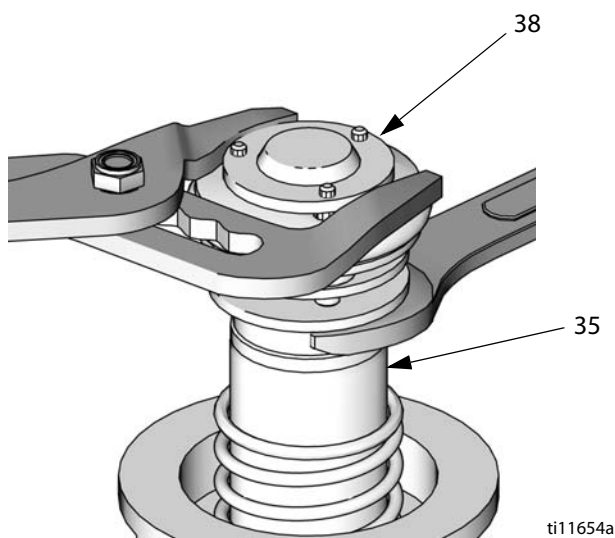
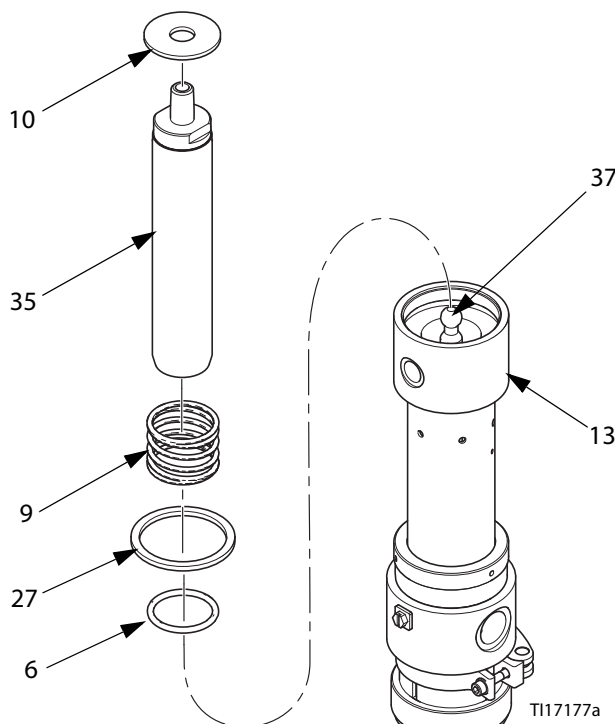

Рис. 11
Рис. 13
3. Чтобы отвинтить поршень воздушного клапана от штока поршня, возьмитесь плоскогубцами за верхнюю пластину поршня (38) воздушного клапана и гаечным ключом – за шток (35) поршня. См. Рис. 11.
4. Снимите шайбу (10), нижнюю пружину (9) и прокладку (27). Осмотрите, убедитесь в отсутствии признаков износа или повреждений и при необходимости замените. См. Рис. 13.
1. Обрато установите уплотнительное кольцо (6). Обрато соедините шток поршня (35) и соединительный шток насоса (37). См. Рис. 13.
2. Обрато установите прокладку (11), пружину (9) и шайбу (10). Обрато соберите поршень (38). Нанесите резьбовой герметик на резьбу штока поршня (35) и аккуратно навинтите поршень (38) на шток. См. Рис. 11 и Рис. 13.